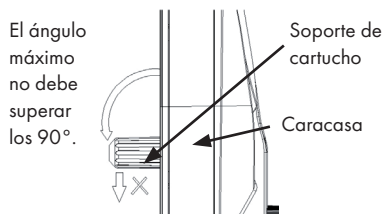
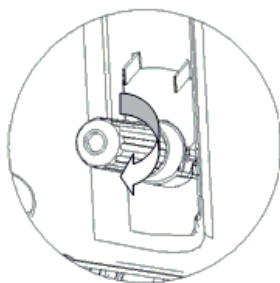

Figura 10
Figura 12
4. Asegúrese de que el regulador de presión situado en la parte superior de la tapa esté en la posición „-“. Gire el soporte del cartucho en un ángulo apropiado desde la cubierta superior hacia afuera. El ángulo debe ser de 90 grados como máximo. Afloje el soporte del cartucho de CO₂ (vea la Figura 10). Inserte un cartucho de CO₂ en el soporte y apriete el cartucho rápida y suavemente (en el sentido de las agujas del reloj, suelto en el sentido contrario) hasta que oiga un clic (Figura 12), indicando que la tapa ha sido perforada y que el dióxido de carbono está fluyendo libremente en el barril. La válvula de presión de gas se gira hacia arriba y se bloquea en su lugar en la cubierta superior. Cuando reemplace el cartucho de gas, proceda en orden inverso (asegúrese de que el cartucho de gas esté vacío cuando lo reemplace).